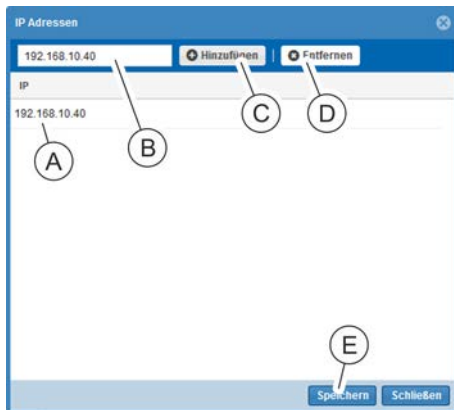

Abb. 231: Fenster "IP Adressen"
⇒ Es öffnet sich das Fenster "IP Adressen" (Abb. 231).
7. Im Textfeld eine IP-Adresse (Abb. 231/ⓑ) eingeben und über die Schaltfläche „Hinzufügen“ (Abb. 231/ⓒ) der Liste (Abb. 231/ⓐ) hinzufügen.
8. Bei Bedarf eine IP-Adresse aus der Liste markieren (Abb. 231/ⓐ) und über „Entfernen“ (Abb. 231/ⓓ) aus der Liste löschen.
9. Nach erfolgter Eingabe das Fenster "IP Adressen" über die Schaltfläche „Speichern“ (Abb. 231/ⓔ) schließen.